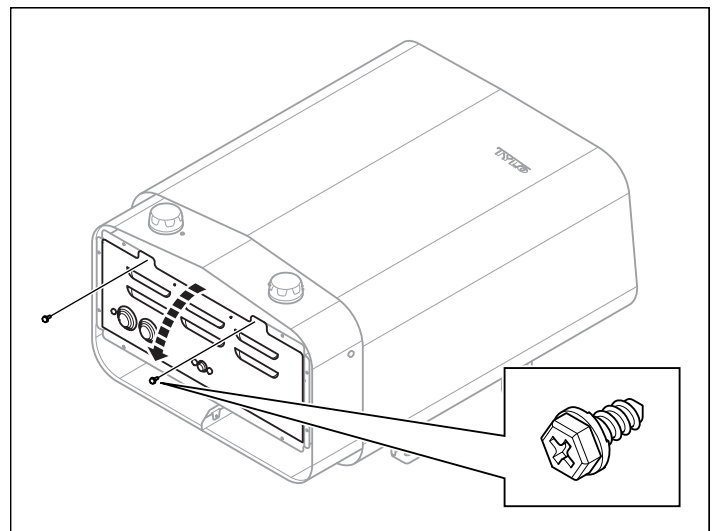

Figura 5: Apertura/chiusura del coperchio
2. Allentare le viti e aprire il coperchio (vedi Figura 5).
4. Chiudere il coperchio e serrare le viti (vedere Figura 5).